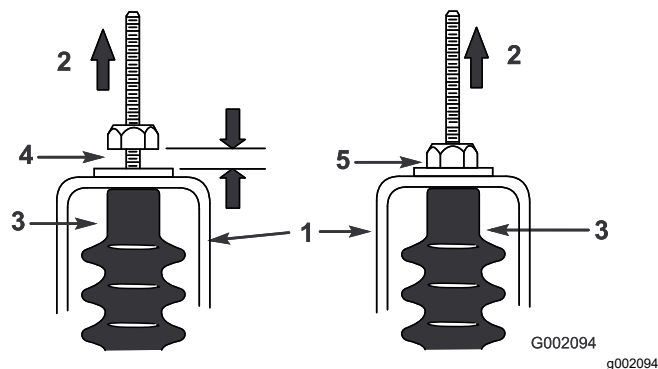

Рисунок 62
5. Потяните вверх каждый трос переключения передач, чтобы убедиться в наличии зазора от 0,76 до 1,52 мм между гайкой/шайбой и кронштейном нейтрالي (**Рисунок 62**).